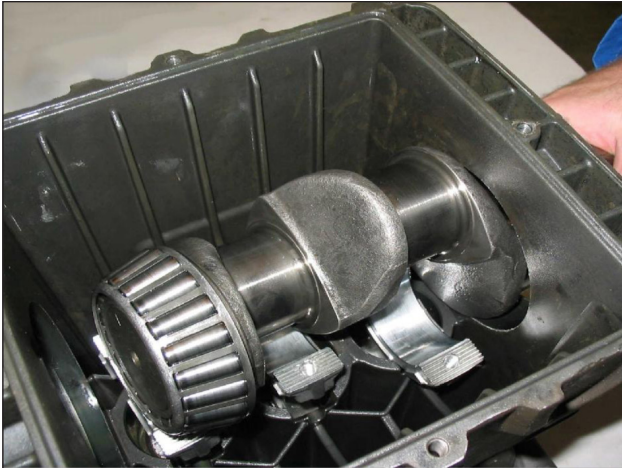

Abb. 4
- Schieben Sie die Pleueiführungen mit den entsprechenden Pleuelstangen nach vorn, um das seitliche Herausziehen der Pumpenwelle zu erleichtern, siehe Abb. 4.